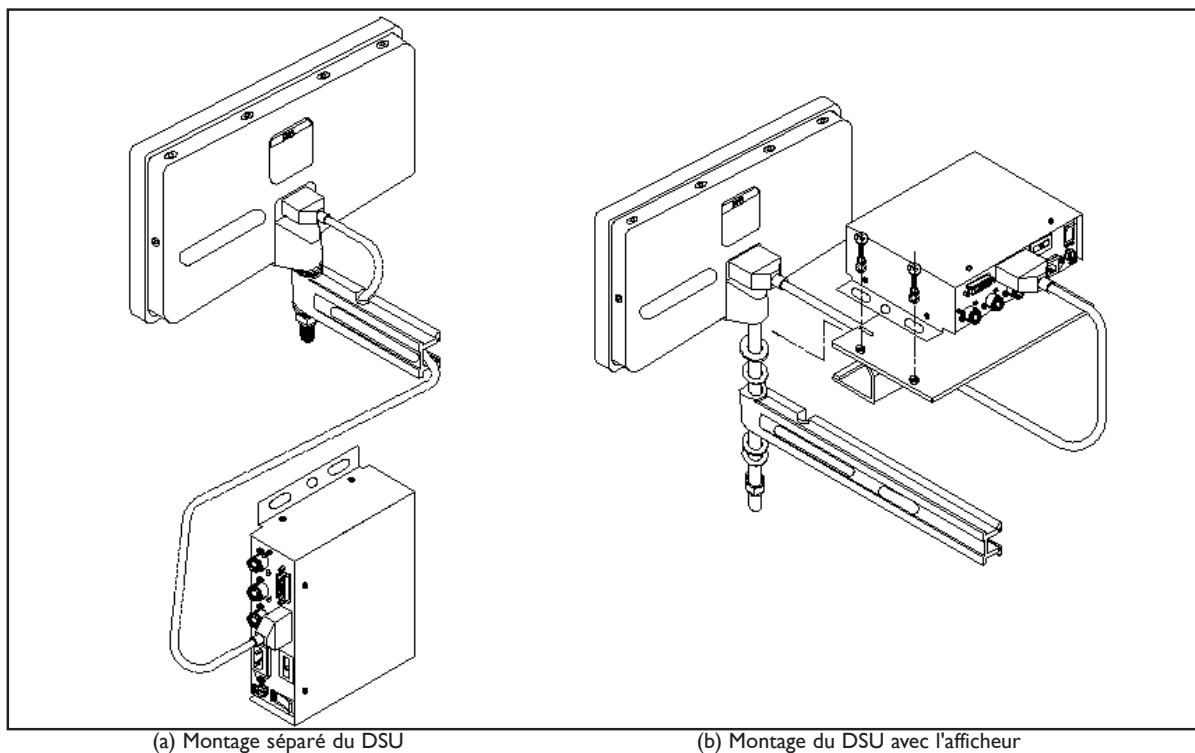

Figure 2.1 – procédures de montage
Le E-Série peut être monté de l'une des deux façons illustrées à la figure 2.1.
2.1.1 Affichage et bloc de transmission numérique (DSU) montés séparément (figure 2.1.a)
A signaler, comme le montre la figure 2.1, que le câble de transducteur et le cordon secteur doivent être placés sous le DSU pour éviter toute pénétration de liquide réfrigérant.
2.1.2 Afficheur et bloc de transmission de données (DSU) montés ensemble (figure 2.1 b)